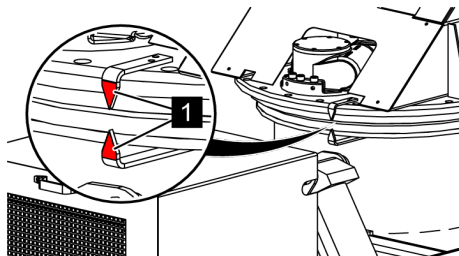

Fig. 124: Position de transport
7. → La plateforme est en position de transport, lorsque les flèches rouges (Voir la Fig. 124/1) coïncident sur la couronne d'orientation.